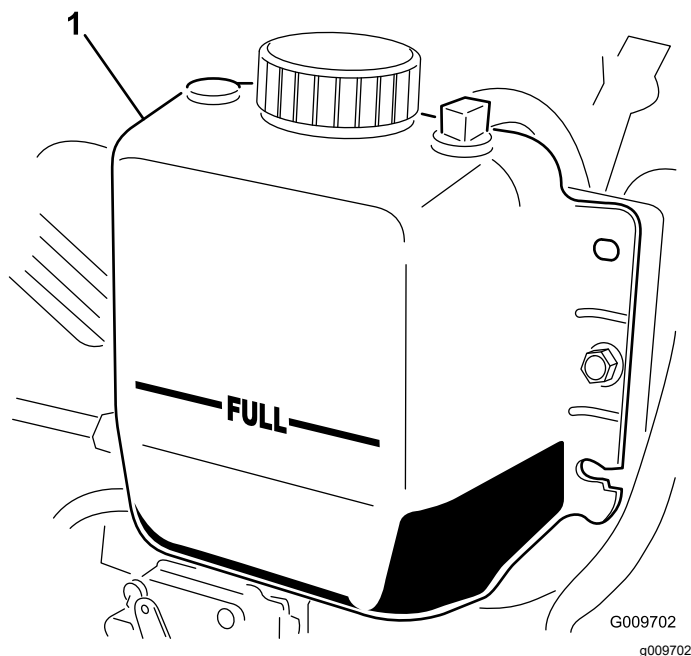

図 34
2. ラジエーター内部の液量を点検する。補給口の首の上部まであればよい。また、補助タンク側面についているFULLマークまであればよい 図 34。